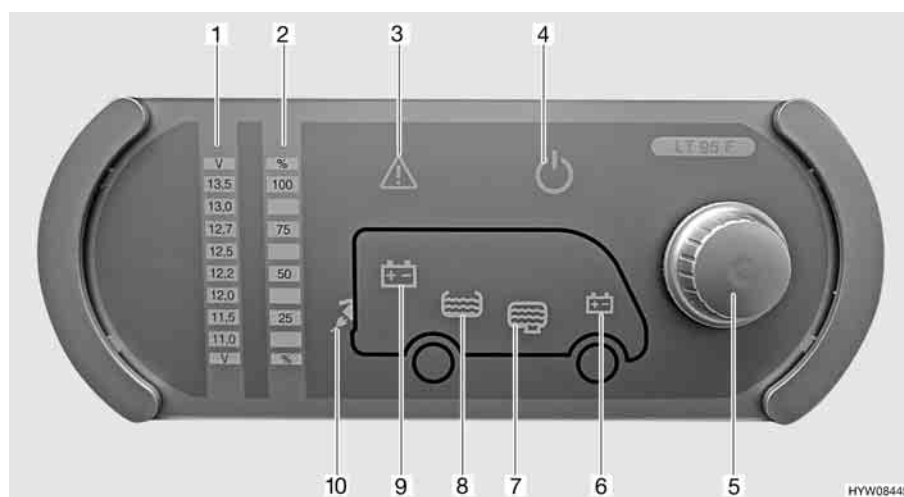

Fig. 96 Pannello di controllo (LT 95)
Il pulsante a rotazione (Fig. 96,5) inserisce o disinserisce il pannello di controllo e l'alimentazione a 12 V dell'abitacolo.
Accensione: ■ Premere il pulsante a rotazione (Fig. 96,5): L'alimentazione a 12 V dell'abitacolo è inserita. La spia di controllo a 12 V (Fig. 96,4) diventa verde.
Spegnimento: ■ Premere il pulsante a rotazione (Fig. 96,5): L'alimentazione a 12 V dell'abitacolo è disinserita. La spia di controllo a 12 V (Fig. 96,4) si spegne.
Mediante il pulsante a rotazione (Fig. 96,5) si possono interrogare sia la tensione della batteria dell'abitacolo che la tensione della batteria di avviamento. La tensione viene visualizzata sulla scala indicatore per la tensione della batteria (Fig. 96,1).
Indicazione: ■ Ruotare il pulsante a rotazione (Fig. 96,5), finché si accende il simbolo della batteria della quale deve essere interrogata la tensione.
Viene indicata la tensione della batteria dell'abitacolo (Fig. 96,9)
Viene indicata la tensione della batteria di avviamento (Fig. 96,6)
- Leggere la tensione sulla scala indicatore della tensione della batteria (Fig. 96,1).
Mediante il pulsante a rotazione (Fig. 96,5) si possono interrogare sia il livello del serbatoio dell'acqua che il livello del serbatoio delle acque grigie. Il livello viene visualizzato sulla scala indicatore livello dei serbatoi (Fig. 96,2).
- Ruotare il pulsante a rotazione (Fig. 96,5), finché si accende il simbolo del serbatoio del quale deve essere interrogato il livello.
Viene indicato il livello del serbatoio dell'acqua (Fig. 96,8)
Viene indicato il livello del serbatoio delle acque grigie (Fig. 96,7)
- Leggere il livello sulla scala indicatore del livello serbatoio (Fig. 96,2).
La spia luminosa Alarm (Fig. 96,3) lampeggia non appena i valori limite fissati vengono superati per eccesso o per difetto.
La spia luminosa Alarm (Fig. 96,3) lampeggia non appena la tensione della batteria scende al di sotto di 11 V. Se l'alimentazione a 12 V è accesa, si accende anche il relativo simbolo della batteria (Fig. 96,6 o 9), e l'indicatore "11,0" sulla scala indicatore della tensione della batteria (Fig. 96,1) lampeggia. Rischio di uno scaricamento totale della batteria.
La spia luminosa Alarm (Fig. 96,3) lampeggia ed il relativo simbolo del serbatoio (Fig. 96,7 o 8) si accende non appena il serbatoio dell'acqua è vuoto o il serbatoio delle acque grigie è pieno.
La spia di controllo a 230 V (Fig. 96,10) si accende quando all'ingresso della centralina elettrica è presente una tensione di rete.